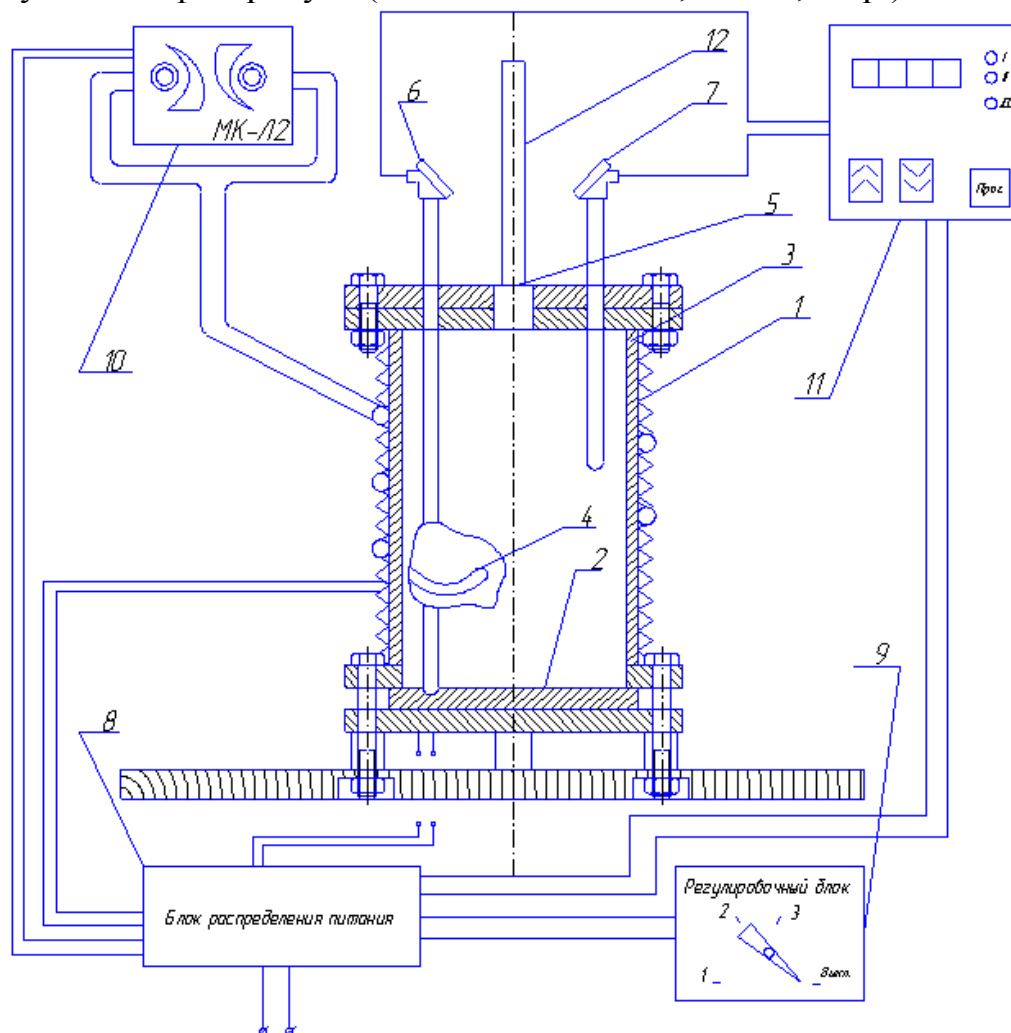

Рисунок 2 – Схема лабораторного прибора для определения температуры самовоспламенения нефтепродуктов:
- а) прибор для определения температуры самовоспламенения нефтепродуктов (рис. 2);